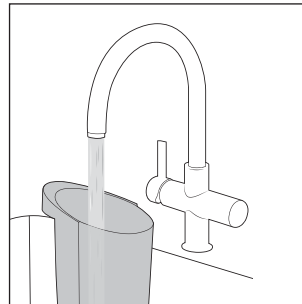

Abb. 23
- ♦ Spülen Sie den Schmutzwasserbehälter **2** unter fließendem, warmen Wasser aus (siehe Abb. 23).